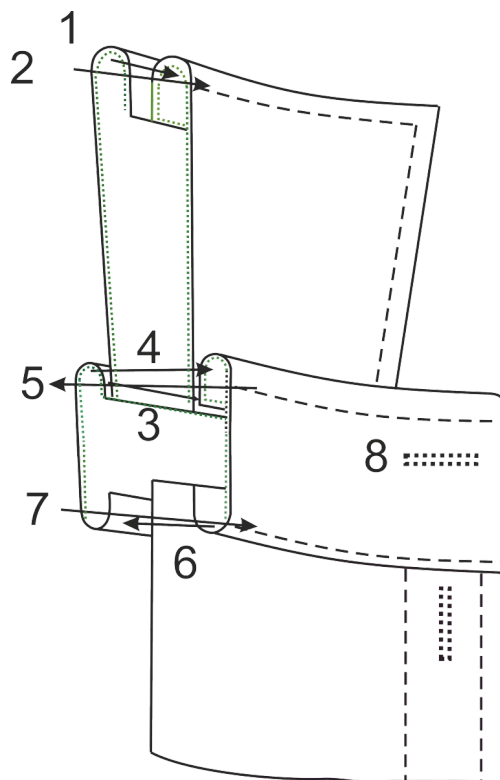

Рисунок 2. Схема обработки воротника
2. Обтачайте верхний воротник нижним по отлёту и концам (рис. 2, строчка 1).
4. Настрочите отделочную строчку по отлету и концам воротника (рис. 2, строчка 2).
5. Скрепите верхний и нижний воротники по нижнему срезу (рис. 2, строчка 3).
6. Начертите линию обтачивания уступов стойки. Втачайте воротник в стойку, обтачивая уступы стойки, подрежьте припуски швов обтачивания уступов, выверните стойку на лицевую сторону (рис. 2, строчка 4). Приутюжьте.
7. Настрочите отделочную строчку по шву соединения воротника со стойкой и краю уступов стойки (рис. 2, строчка 5).